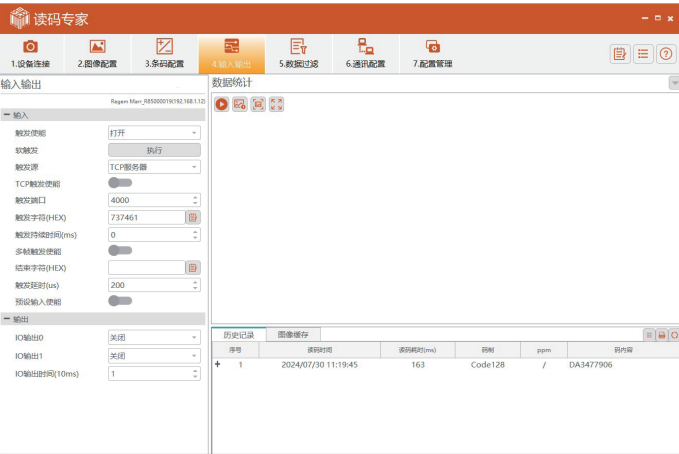

图 4-2
2、如不关闭触发使能，需要外部触发信号或内部软触发，如图 4-2 所示。